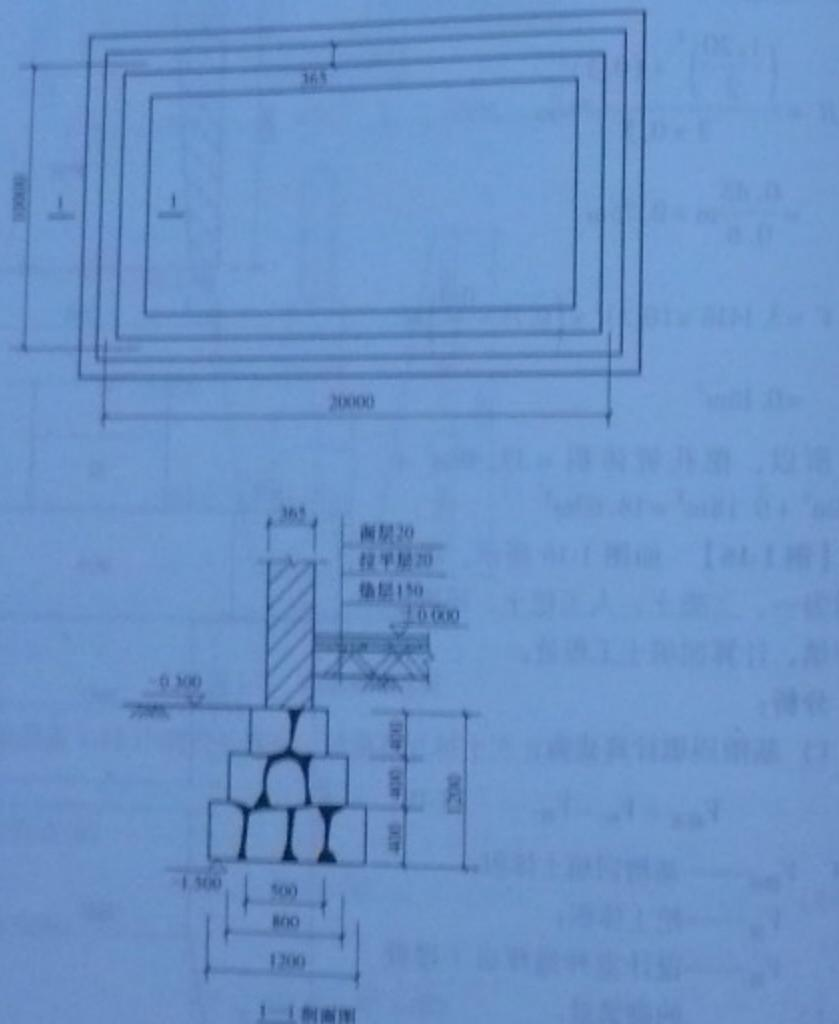

图 1-16 回填土示意图
**【例 1-16】** 如图 1-16 所示, 现场土质为一、二类土, 人工挖土, 回填土为夯填, 计算回填土工程量。